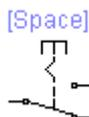

Рисунок 1.6 – Условные изображения ключа, управляемого клавишей
**Ключ, управляемый клавишей** (рис. 1.6). Ключи могут быть замкнуты или разомкнуты при помощи управляющих клавиш на клавиатуре. Имя управляющей клавиши можно ввести с клавиатуры в диалоговом окне, появляющемся после двойного щелчка мышью на изображении ключа. Используемые клавиши-ключи: буквы от А до Z, цифры от 0 до 9, клавиша Enter на клавиатуре, клавиша «пробел».